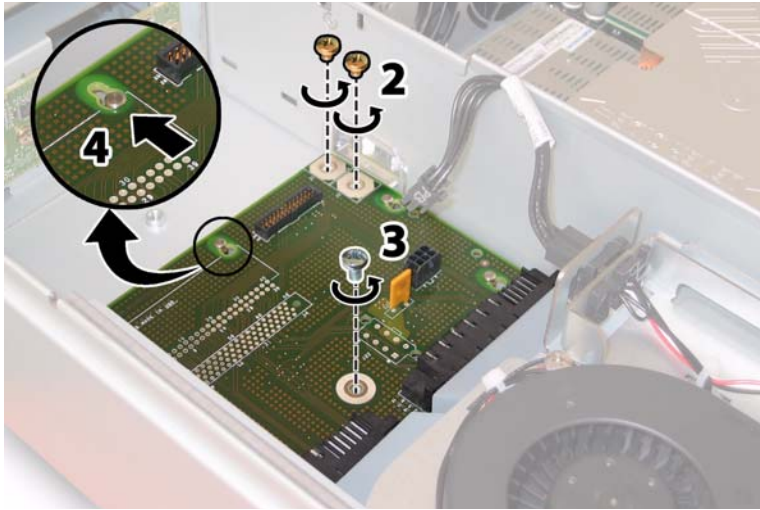

ABBILDUNG 4-64 Entfernen der Stromverteilungsplatine aus dem Gehäuse
11. Entfernen Sie die drei Schrauben, mit denen die Stromverteilungsplatine am Gehäuse und den Sammelschienen befestigt ist, mit einem Kreuzschraubendreher (Größe 2). Siehe ABBILDUNG 4-64.